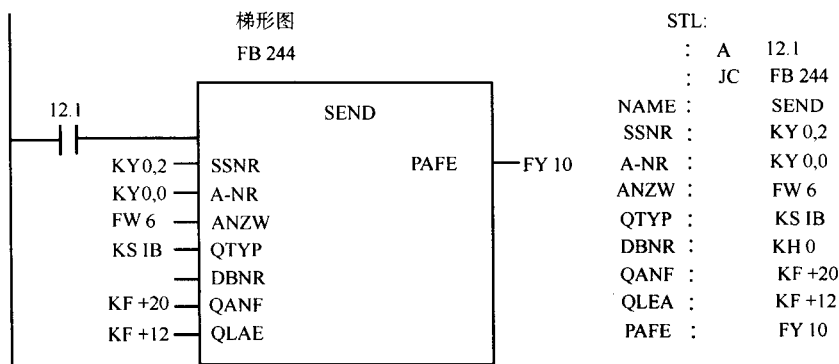

图 7-10 STEP 5 有条件跳转到数据传送功能块的指令
传送与接收函数，实际上是导致了数据数组在 CPU 存储器与智能 I/O 模块存储器之间复制的功能块。这些功能块可以由条件跳转（JC）指令来初始化，如图 7-10 所示，这样仅当数据传送确实需要时它们才会初始化一个数据传送请求。当程序中遇到一个跳转到传送或接收函数指令的条件，并且条件跳转的控制逻辑条件为非时，函数不能完全被忽略：PLC 会更新传送或接收操作的状态字，这样其后的检查状态位的下一梯级可以正常工作。如果传送/接收函数在每个扫描循环中都出现的话，控制函数（FB247）便不需要更新状态字①。
1) SSNR、ANZW、PAFE，如上所述。如图 7-10 所示，数据被传送到由接口 2 配置的 I/O 模块中。状态数据被保存在标志字 6 和 8 中（标志字节 6 到 9）。如果提供给功能块的数据有错的话，则错误代码会被返回至标志字节 10 中。
2) A-NR（工作序号），在此处的意义与复位函数中的意义有所不同。仍然需要输入一个 2 字节常数，以 FY 0,y 的形式，但此时如果“y”=0（如图 7-10 所示），则数据处理器会被指示来传送整帧的数据，即使数据处理器芯片需要将其作为一系列子集来传送。如果“y”是介于 1 和 255 间的数值（例如，15），那么意味着传送函数正在请求数据处理器仅传送较大数据帧的该部分（15 部分）。
■ QTYPE（数据源类型），必须以双 ASCII 码常数形式输入，通常以 KS xx 的形式。“xx”必须是以下字母和数字混编代码中的一种：DB、QB、IB、FB、TB、CB 或者 AS②。表示准备传送的数据应当是从数据块中复制出的数据（DB）；或者从输出、输入及标志位存储器区域中复制的字节（QB、IB 或 FB）；或者是从定时器、计数器存储器区域（TB 或 CB）或将被指定为绝对地址（AS）的地址中复制出的字。
① 如果发送和接收指令作为中断程序的一部分或者在初始化程序中被执行，或者如果它们在不经常执行的结构化程序中的一部分，这时需要一个“控制（control）”函数。
② 另外还有三个可能的代码可以用来说明数据源将用间接寻址来指示，本书中没有讲到。